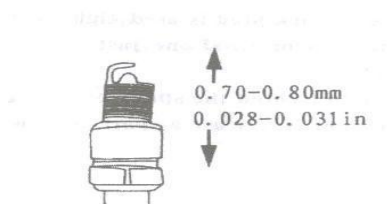

Fig. 23
3) Medir la distancia de los electrodos con un calibre y regularla doblando el electrodo lateral. La distancia debería estar entre 0.70 ~ 0.80 mm. (fig. 23).